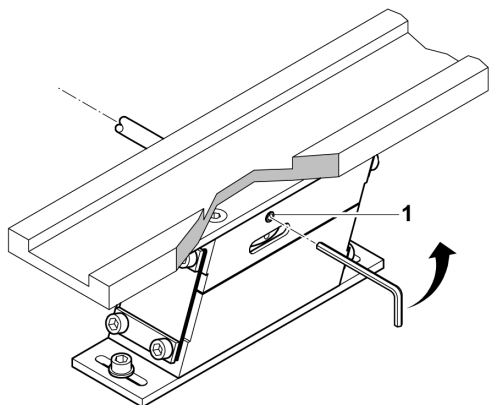
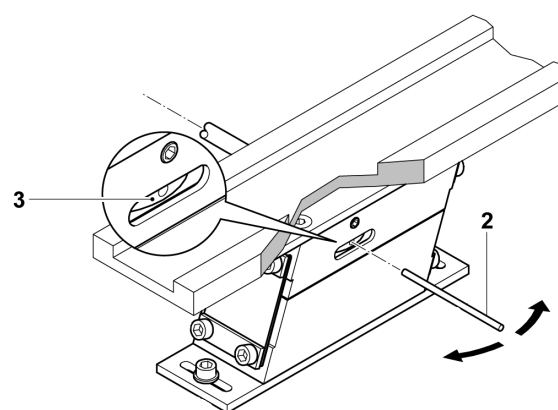

Figure 9
Figure 10
1. Turn the anchor bolt (see Figure 9, Figure 10), therefore:
- LF11: Desserrer la vis sans tête M4 (1). A l'aide d'une goupille (2) (diamètre 2mm), tourner la vis culasse (3) dans la direction voulue
- LF9: Desserrer la vis à six pans creux (2,5 mm). Tourner le boulon d'ancrage (3) manuellement dans le sens correspondant.
2. L'espace appelé entrefer situé entre la bobine magnétique (4) et la culasse est à régler au moyen d'une jauge (5) selon les Caractéristiques techniques, Tableau 1 (voir tab. 11). Pour procéder au réglage desserrer la vis (3).